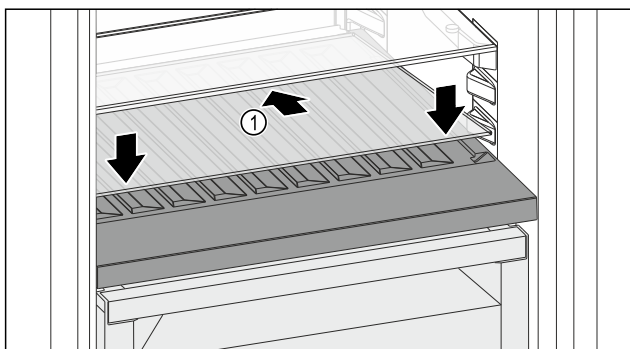

Fig. 182
- Aseta lasilevy Fig. 182 (1) vinosti ja takana alaspäin kallistettuna paikalleen.
- Laske lasilevy Fig. 182 (1) edestä alas.